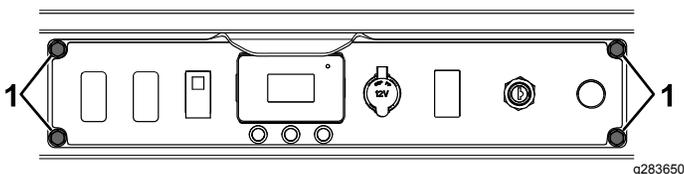

Рисунок 7
- 1. Отверните 4 самонарезающих болта (5/16 x 3/4 дюйма) крепления плоской крышки консоли к машине (Рисунок 7).
- 11. Прикрепите плоскую крышку консоли к машине при помощи 4 ранее снятых самонарезающих болтов (Рисунок 7).